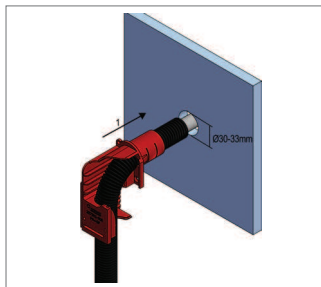

Fig. 5-44
- **Steg 1:** Fäst väggbockfixtur 25 i det förborrade hålet (d = 30-33 mm) och skjut den genom skivan tills den ansluter helt (Fig. 5-44).